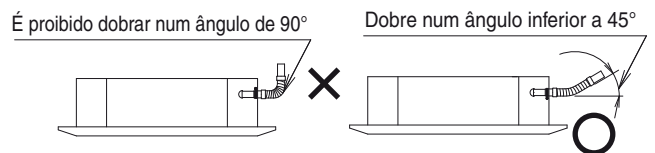

Fig. 3-9
(3) Limitações da ligação do tubo flexível de drenagem
- Não dobre o tubo de drenagem fornecido 90° ou mais. Dobre num ângulo inferior a 45°. (Fig. 3-9)